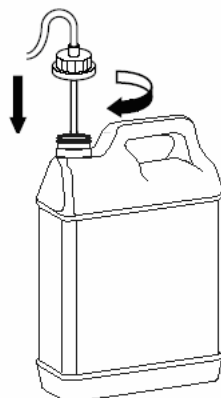

Abbildung 4-2 Einführen des Schlauchendes in den Behälter
3. Entfernen Sie die Abdeckkappe des Behälters und führen Sie das Ende des Schlauches, das kein Verbindungsstück aufweist, in den Behälter mit Verdünnungslösung ein. Schrauben Sie die an dem Schlauch befindliche Abdeckkappe im Uhrzeigersinn auf den Behälter, bis die Kappe ordnungsgemäss befestigt ist, wie in Abbildung 4-2 dargestellt.